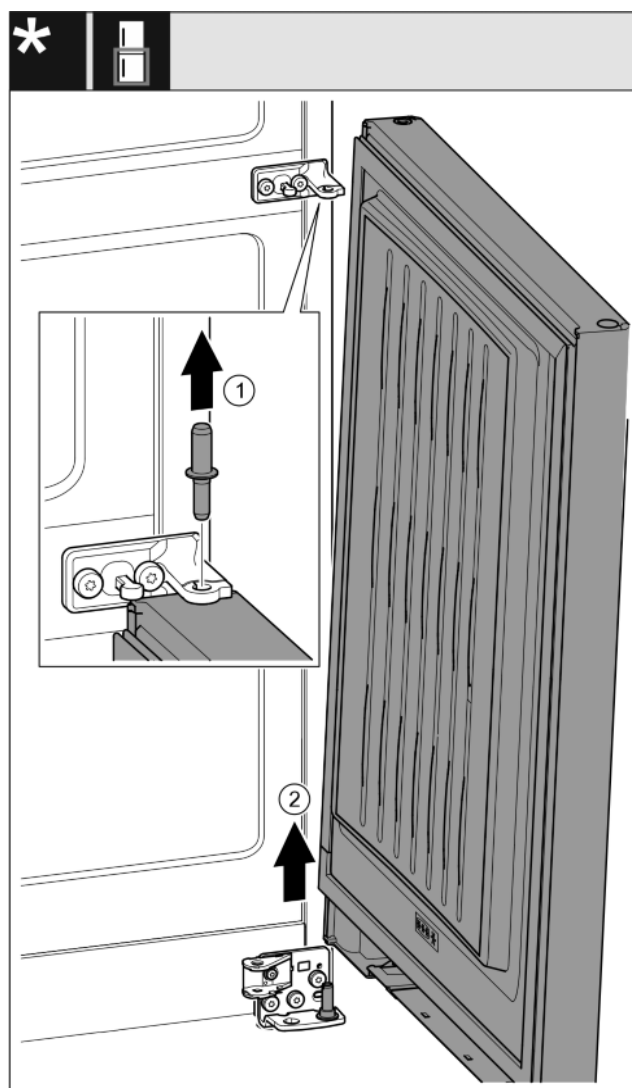

Fig. 19\*
- ▶ Bolzen nach oben herausziehen.\* Fig. 19 (1)
- ▶ Tür herausschwenken, nach oben ziehen und beiseite stellen.\* Fig. 19 (2)